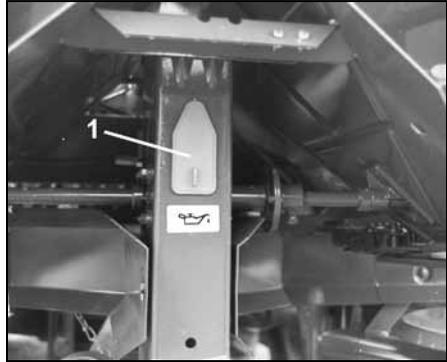

Fig. 35
- Nettoyez et graissez l'arbre d'agitation et la chaîne d'entraînement (Fig. 35/1).